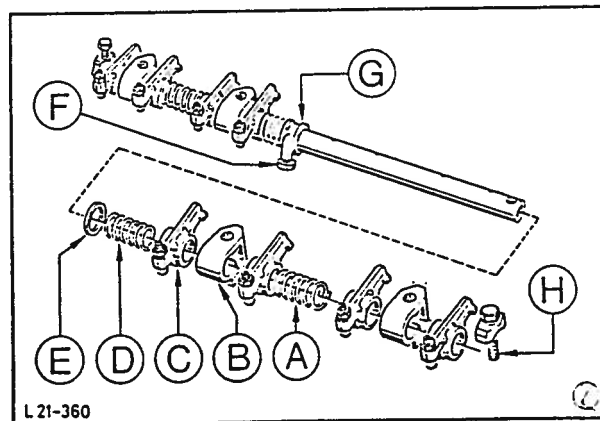

Fig. 151 Montering av vippearmaksel.
5. Påfør olje på vippearmakselen og monter komponentene på hver side av oljetilforselsforbindelsen i følgende rekkefølge, fig. 151: